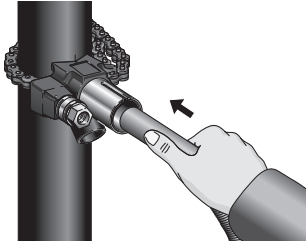

Figure 7 – Aspiration des copeaux résiduels
9. Servez-vous de l'aspirateur pour extraire d'éventuels copeaux résiduels du tuyau et du guide de perçage (Figure 7).